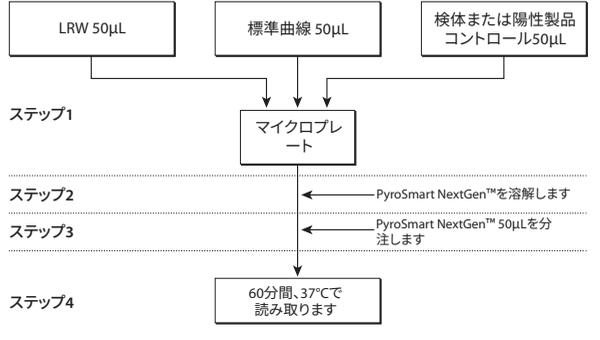

図2:マイクロプレートリーダーアッセイの試験手順の概要
- 図2のとおりに試験測定の前準備を行います。試験手順については、以下に詳述してあります。